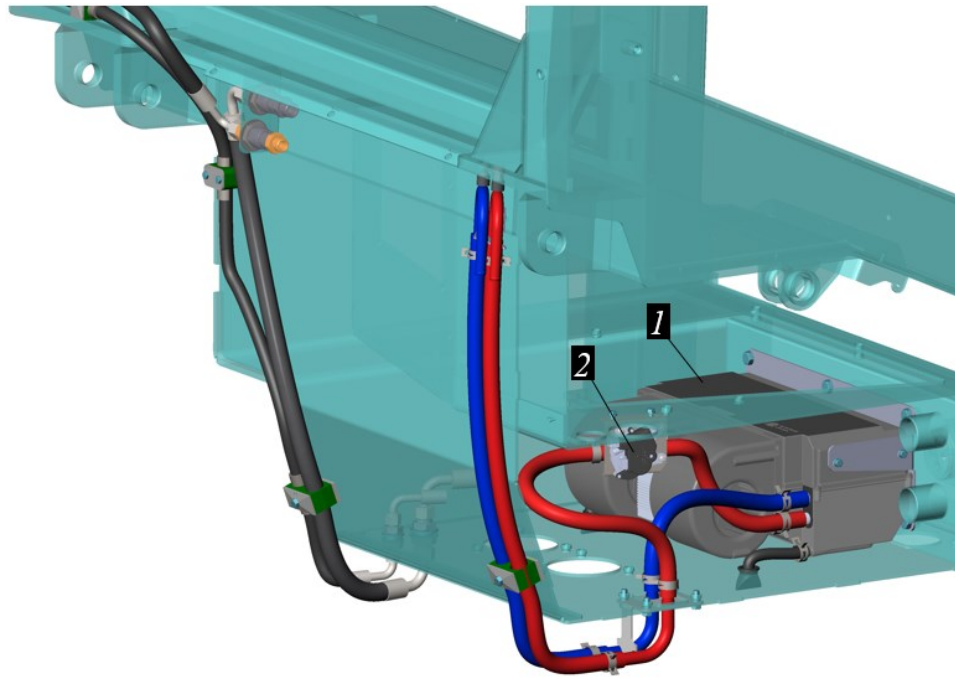

Рисунок 5.57. Расположение крана отопителя
- ▶ Убедитесь, что кран отопителя 2 установлен по направлению потока жидкости, рис. 5.57.
Обратите внимание как подключены рукава подвода и отвода жидкости системы охлаждения (рис. 5.57).